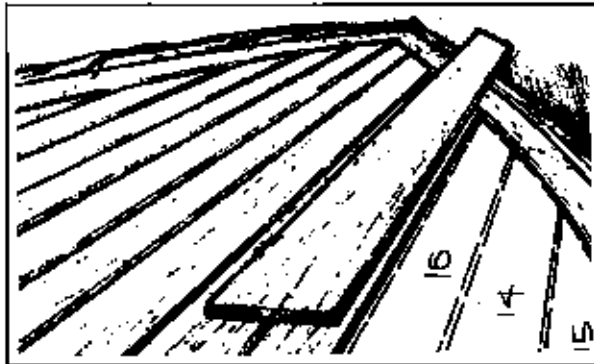

Abb. 5-2 Sägen Sie die dünnen Teak-Planken zu. Kleben Sie die übrigen Bereiche ab.
1. Zunächst wird die Lage der Furnierstreifen geplant (Abb. 5-2). Das Teakholz wird dann angepaßt und zugeschnitten. Ränder und Umgebung des eigentlichen Arbeitsbereiches sollten abgeklebt und durch Folie gegen Spritzer geschützt werden.